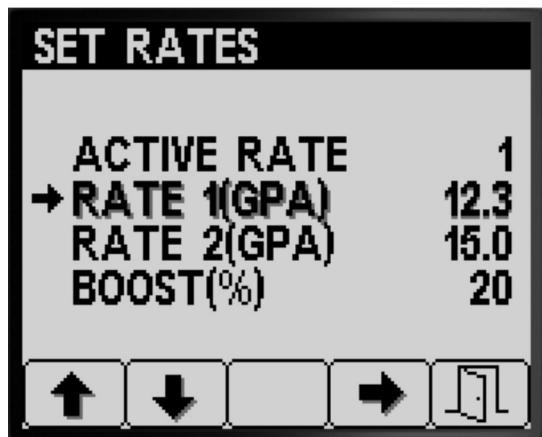

Figura 6
1. Prima o botão 1 ou 2 para navegar para as opções TAXA 1 ou TAXA 2 (Figura 6).
2. Prima o botão 4 para selecionar a opção de TAXA do pulverizador (Figura 6).